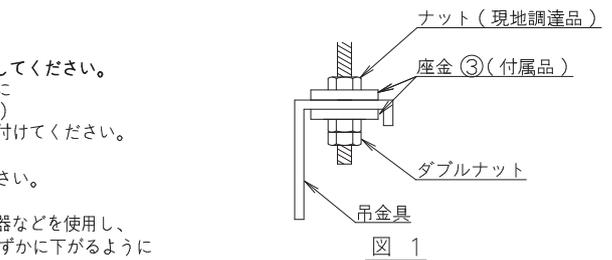

図 1
(1) 室内ユニットの吊りボルト・配管取出穴・ドレン配管取出穴の位置は図1を参照してください。
- (1) 吊金具を吊りボルトに固定してください。(図1参照)
- ユニット本体に配管を接続したり、取り外したりするときは、必ずスパナとトルクレンチを2丁掛けで使用してください。(図1参照)